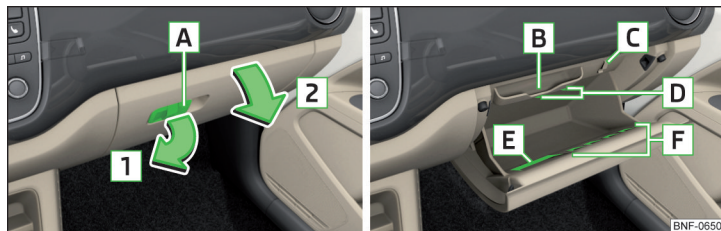

Рис. 69 Відкриття відділення для речей/Внутрішній простір відділення для речей
Відділення для речей » Рис. 69
- » Якщо на важелі відкривання  » Рис. 69 знаходиться відкидний гачок, » Рис. 71 на стор. 67, зніміть з нього підвішені предмети багажу.